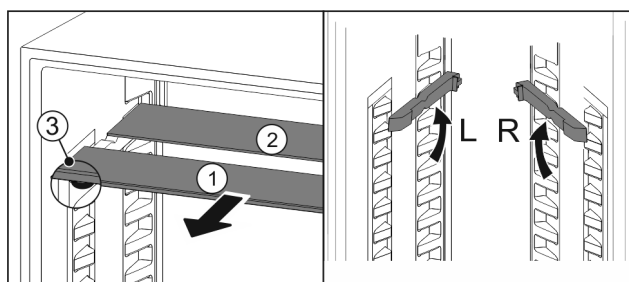

Fig. 127
- ▶ Izvucite Fig. 127 (1) staklene ploče jednu po jednu prema naprijed.
- ▶ Staklena ploča Fig. 127 (1) s ukrasnom letvicom nalazi se sprijeda.
- ▶ Zaustavljači Fig. 127 (3) su usmjereni prema dolje.